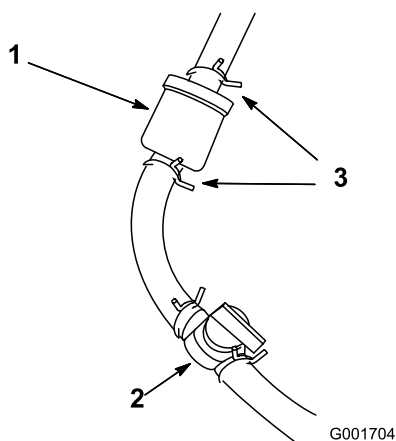

Figura 48
1. Feche a válvula de corte do combustível (Figura 48).
se encontra no lado do carburador e retire a tubagem de combustível do filtro (Figura 48).